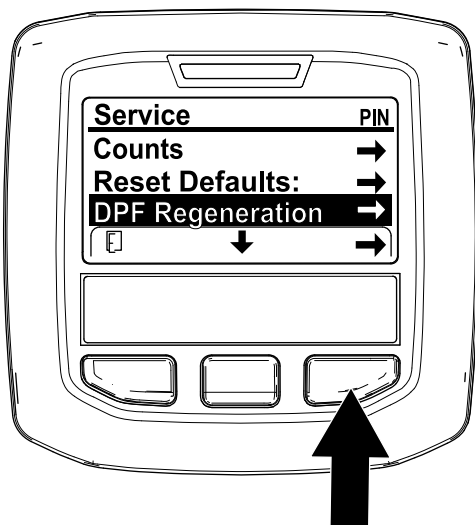

Figura 31
1. Acceda al menú Service (Servicio), pulse el botón central para desplazarse hacia abajo, hasta la opción DPF REGENERATION (Regeneración de DPF) (Figura 31).
2. Pulse el botón derecho para seleccionar la opción DPF Regeneration (Regeneración de DPF) (Figura 31).